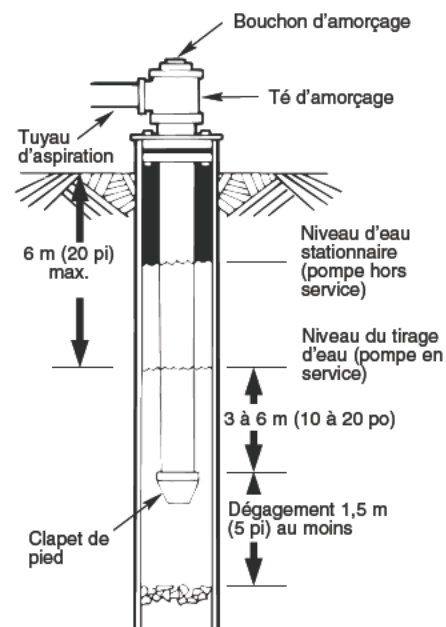

Figure 1 - Installation de puits cuvelé/creusé
- 5 ° Avec un clapet de pied, il est conseillé d'utiliser pour l'amorçage une connexion en té et un bouchon. (Fig. 1)
AVIS Pour les longs chemins de câblage à l'horizontale, monter une connexion d'amorçage en té entre le clapet de retenue et la tête du puits (Fig. 1). Pour les installations par points de puisage menés, installer un clapet de retenue sur la tuyauterie. Vérifier si la flèche indiquant le flux du débit sur le clapet de retenue est orientée **en direction** de la pompe.